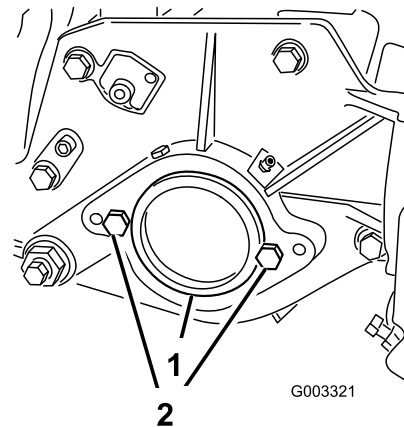

Bild 17
1. Plastikstößel 2. Kopfschraube (2)
5. Schrauben Sie die zwei Befestigungsschrauben für den Spindelmotor lose an der linken Seitenplatte des Mähwerks fest (Bild 17).